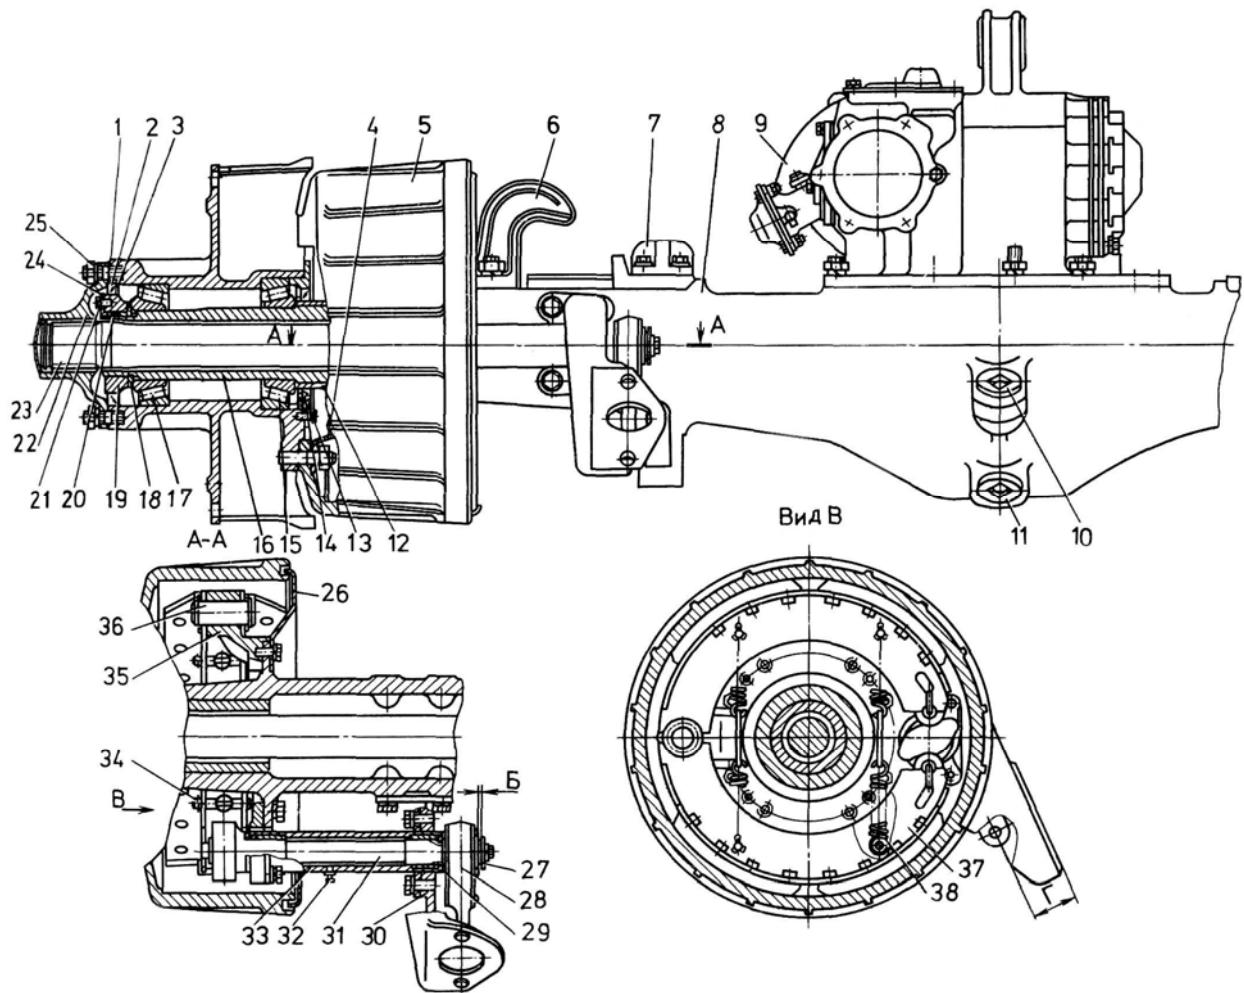
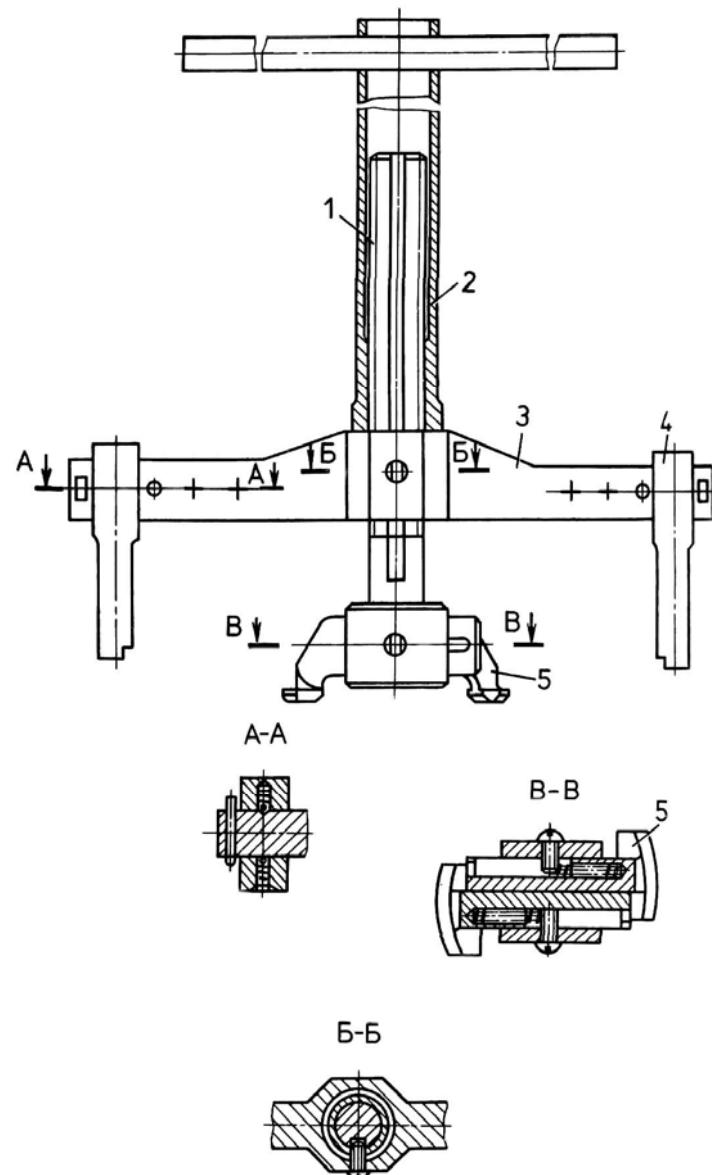
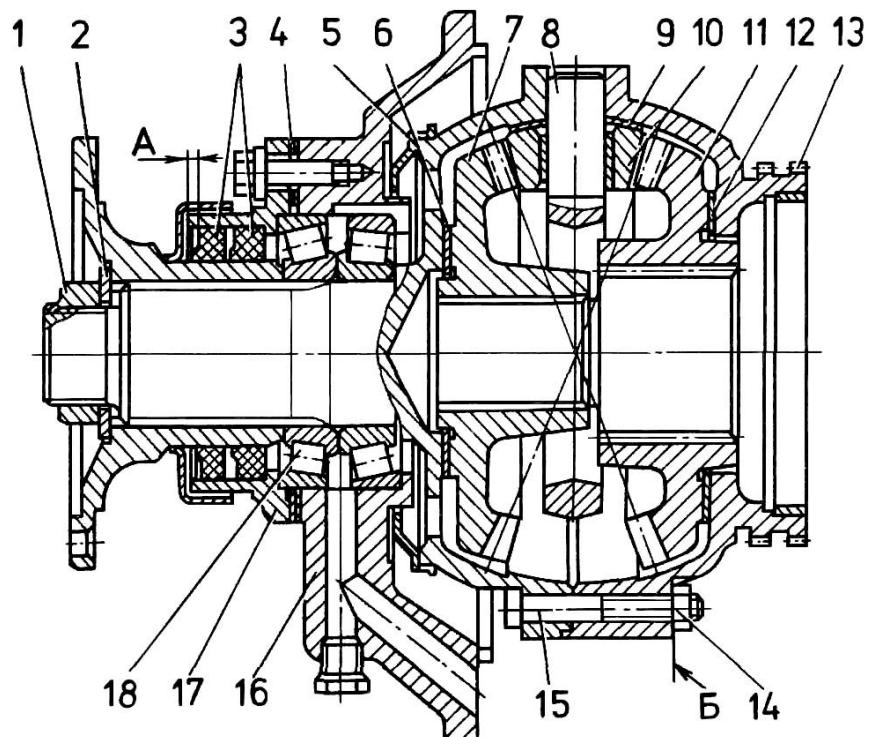

Рис.7. Задний мост:
Рис.10. Съемник для выпрессовки наружных колец из ступиц колес:
Рис.14. Дифференциал межосевой:
Задний и средний мосты объединены балансирной подвеской. Устройство заднего (среднего) моста показано на рис.7, 8; отличаются они один от другого только главными передачами (задний мост имеет межосевой дифференциал).
1. Отвернуть гайки крепления буферов 7 (см. рис.7) к картеру моста и болты крепления защитных дисков 26 к суппорту. Снять буфера и защитные диски.
11. Выпрессовать с помощью съемника (рис.10) из ступицы наружные обоймы подшипников 15 (см. рис.7) и 17.
20. Спрессовать (при необходимости) с кожуха полуоси, используя съемник 1 (рис.11), упорную втулку 12 (см. рис.7) и снять маслоотражатель.
1. Отвернуть гайку 1 (рис.14), предварительно отогнув стопорящий усик гайки, снять тарельчатую пружину 2.
3. Отвернуть болты крепления крышки 17 (см. рис.14), снять крышку с манжетами 3 и регулировочные прокладки 4. Выпрессовать из крышки манжеты.
5. Выпрессовать с помощью съемника (см. рис.10) подшипники 18 (см. рис.14) из гнезда 16.
3. Выпрессовать, используя съемник (см. рис.10), из картера 12 (см. рис.8) подшипников наружные обоймы подшипников 32 и 36.